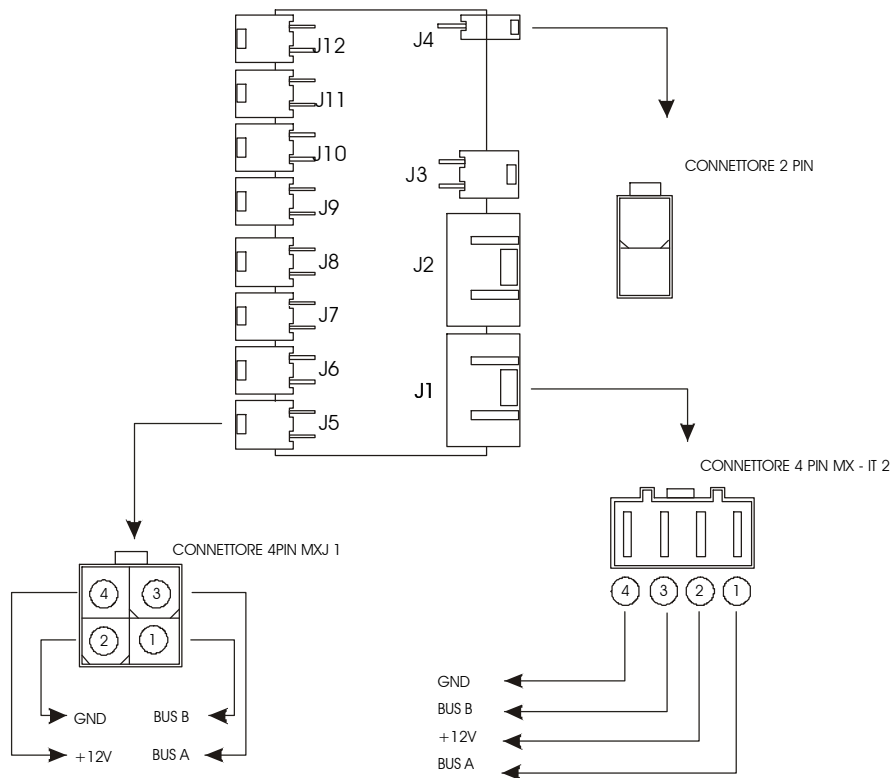

Figura 4 "Power Hub"
Il distributore può essere comandato per abilitare/disabilitare il flusso di energia verso le uscite in due modi: localmente, attraverso un pulsante (on/off) direttamente connesso al distributore (J4 in Figura 4), oppure remotamente, attraverso la centralina, con un apposito comando. Quest'ultima visualizza anche lo stato delle protezioni elettriche del distributore.
Il dispositivo è costituito essenzialmente da tre tipi di connettori. Il connettore J1, Figura 4, considerato normalmente l'ingresso del dispositivo, presenta dei terminali omologhi, cioè, in comune, con i connettori J2 e J3 ritenuti quindi dei puri e semplici passanti.
- ?? J1..J2 Molex "caimano" sigla **mlx94213-2014** con in contatti disposti nella seguente maniera (vedi anche Figura 4)
?? J12 Molex "mini-fit Jr" sigla **MLX5569-04** con in contatti disposti nella seguente maniera (vedi anche Figura 4)
?? J12 Molex "mini-fit Jr" sigla **MLX5569-02A2** con in contatti disposti nella seguente maniera (vedi anche Figura 4)